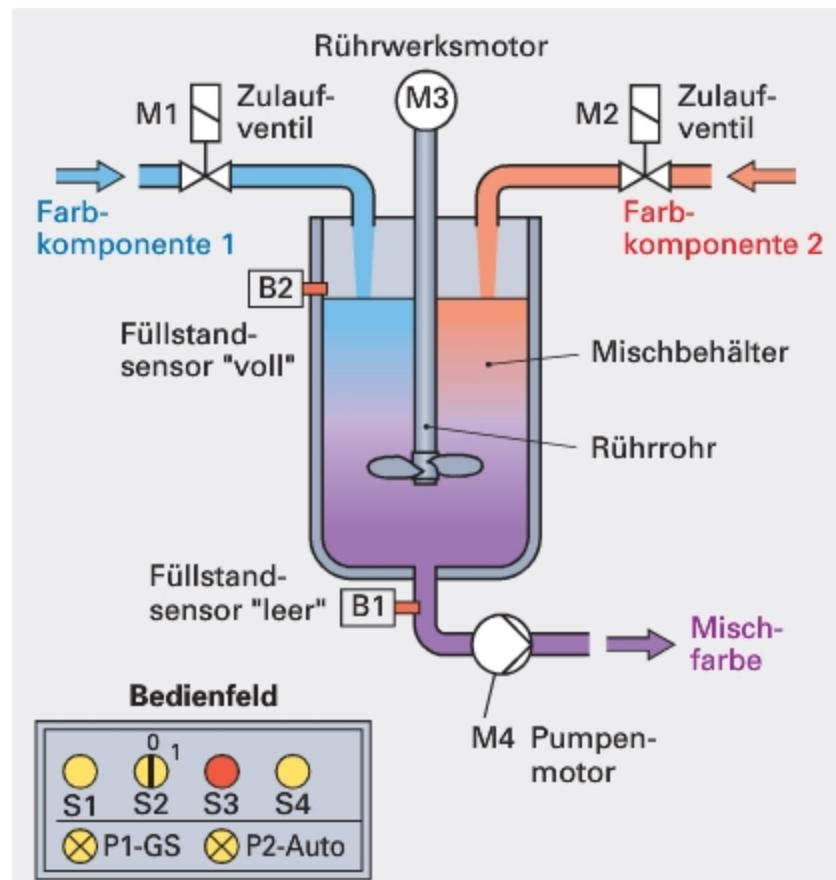

Bild 1: Technologieschema einer Farbenmischanlage
**Strukturierte Programmierung:** Um diese Struktur in einem SPS-Programm übersichtlich wiedergeben zu können, führt man zusätzlich zum Organisationsbaustein OB1, der als Schnittstelle zwischen einem Anwenderprogramm und dem Betriebssystem der SPS steht, weitere Programmbausteine ein (**Bild 1, folgende Seite**).